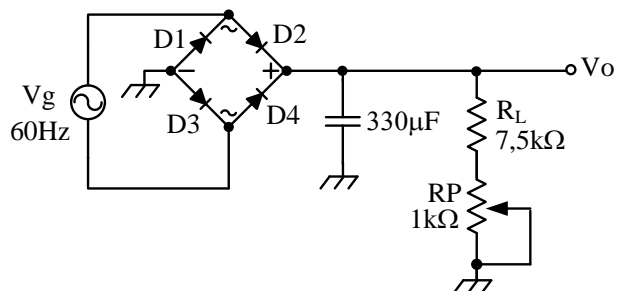

Figura 6. Fuente DC No Regulada con Carga Fija y Variable.
1.2.4) En la fuente DC no regulada con carga fija y variable de la Figura 6, determinar la tensión DC y la tensión riple cuando $R_P=0\Omega$.
2.2.4) Para el circuito de la Figura 6, varíe el potenciómetro de un extremo a otro y observe que ocurre con la tensión de salida. Observe la onda riple y mida todos los puntos de interés de la tensión a la salida Vo al igual que el punto anterior 2.2.3.
a) Obtener los componentes requeridos. Las resistencias son de la serie del 5% y potencia de $\frac{1}{4}W$. Los diodos a utilizar en las Figuras 1 y 2 son el 1N4148; en el resto de las Figuras utilizar el diodo 1N400X (donde X es cualquier valor entre 1 y 7). El condensador de las fuentes es un condensador electrolítico con tensión mayor a 15V, cuando lo conecte verifique su polaridad. El potenciómetro RP de la Figura 6 es un potenciómetro tipo trimmer. El diodo Zener (Dz) debe tener una tensión Zener de 5,1V; se recomienda escoger entre el 1N751A ó 1N5231B.